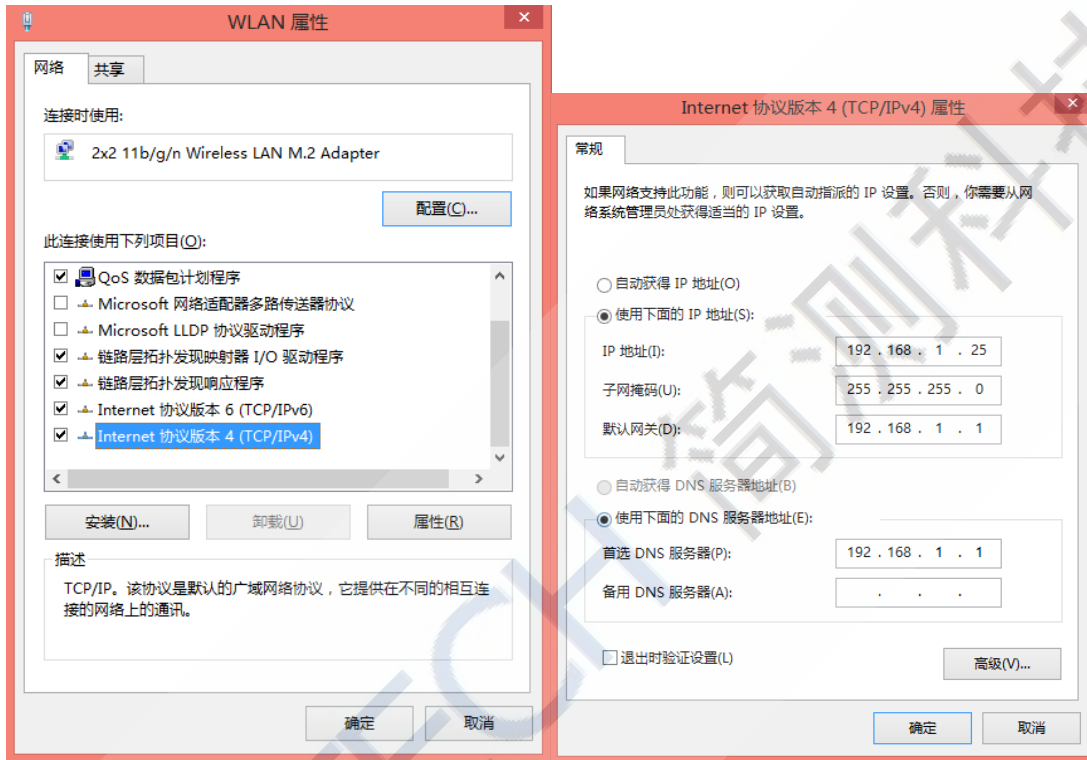

图2.3
2、将仪器与目标PC 链接并启动，选择本地连接，点击属性，选择Internet 属性，如图2.3 所示，配置 PC 网络 IP192.168.1.n，其中 n 与仪器 IP 末位不同；仪器 IP 地址默认为 192.168.1.88。